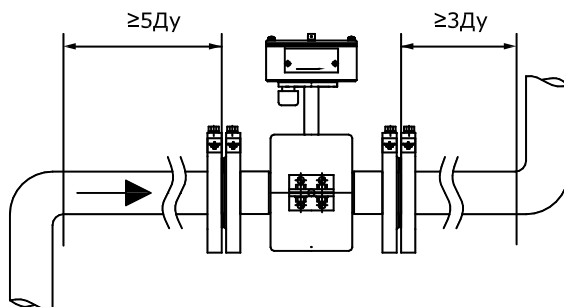

Рис. 8.4
8.2.6 ППР необходимо располагать в той части трубопровода, где пульсации и завихрения минимальные. При установке ППР необходимо обеспечить прямолинейные участки трубопровода длиной 5 Ду до и 3 Ду после ППР (см. рис. 8.4).